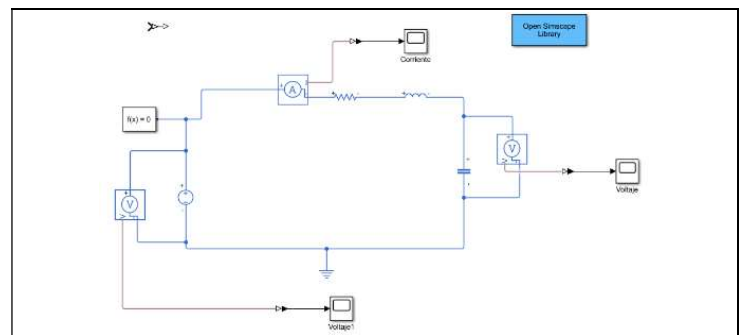

Figura 2. Circuito con bloques de Simscape.
- b) Posteriormente genere el modelo del sistema en el archivo creado en Simulink usando la paquetería Simscape y monitoree el voltaje en $v_C(t)$ como se muestra en la figura 2.